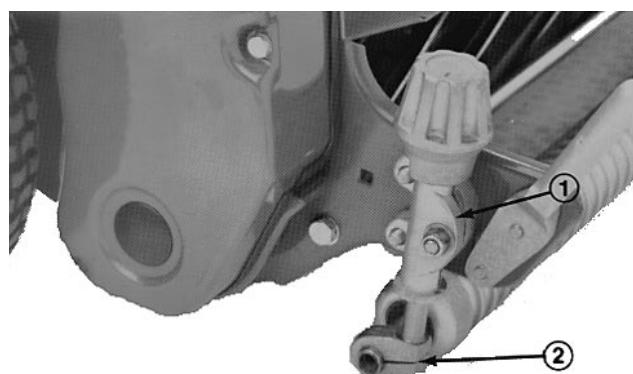

Fig. 6
- Aliviar as contraporcas que seguram os apoios reguladores da altura de corte nas placas laterais (Fig. 6).